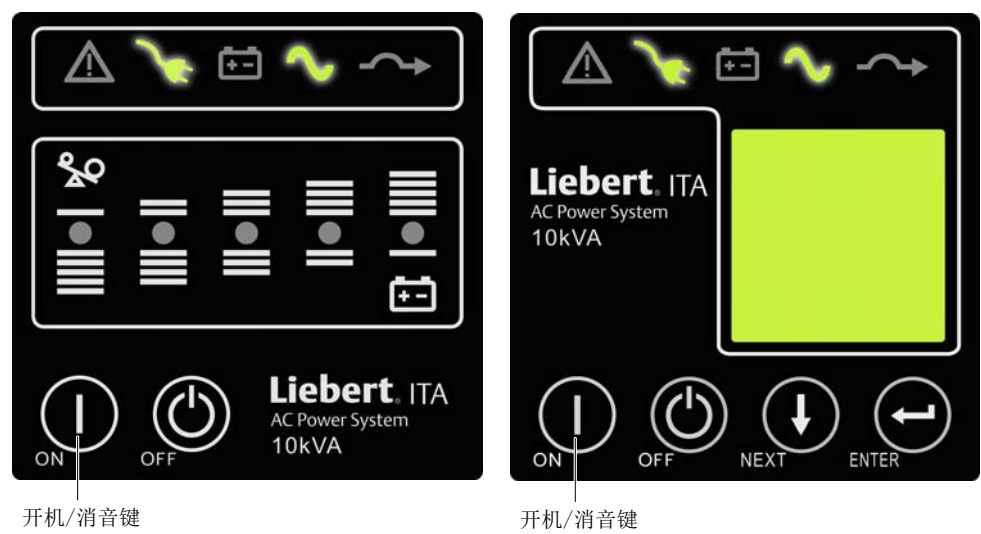

图2-29 指示灯状态
3. 按开机/消音键 1 秒以上，等待约 30 秒后，UPS 将自动切换至逆变待机模式，此时逆变指示灯闪烁。待 UPS 有输出后，逆变指示灯亮，如图 2-29 所示。